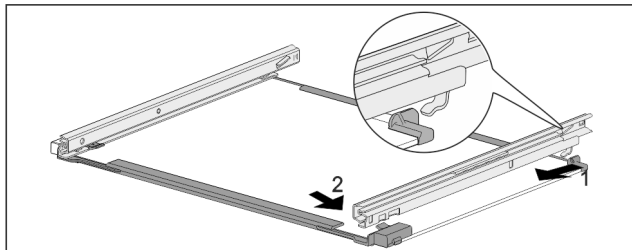

Fig. 174 Glasplatte mit Schienen
- ▶ Schiene hinten einhaken. Fig. 174 (1)
- ▶ Schiene vorne einrasten. Fig. 174 (2)